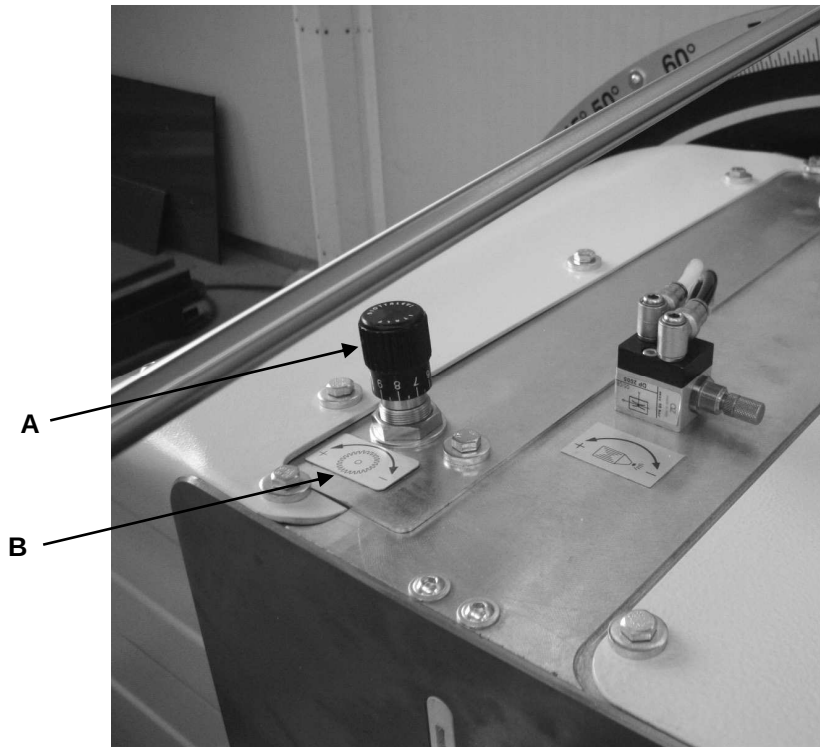

Fig. 09-02
9.2 REGLAGE VITESSE SORTIE LAME (Fig. 09-02)